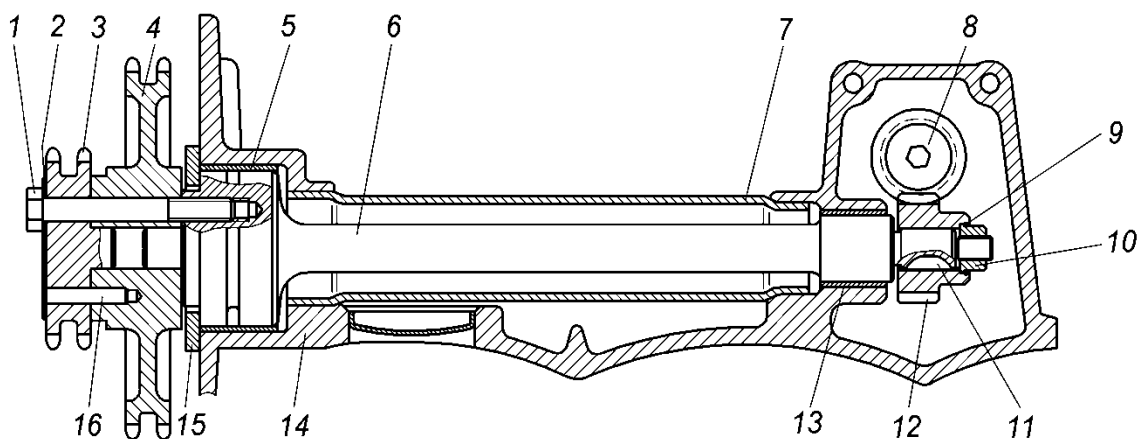

Рис.28. Вал промежуточный:
**Промежуточный вал** (рис.28) – служит для передачи вращения от коленчатого вала распределительным валам через промежуточные звездочки с понижением частоты вращения в 2 раза, а также для привода масляного насоса. Размещение звездочек понижающей передачи на промежуточном вале позволяет уменьшить высоту двигателя за счет применения на распределительных валах звездочек с небольшим числом зубьев.